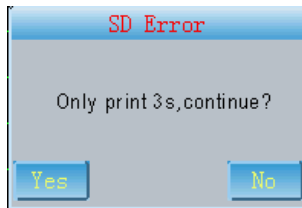

Fig. 7-32
(4) si no hay suficiente memoria en la tarjeta SD para almacenar este caso, aparecerá el mensaje de la Fig.7-32.